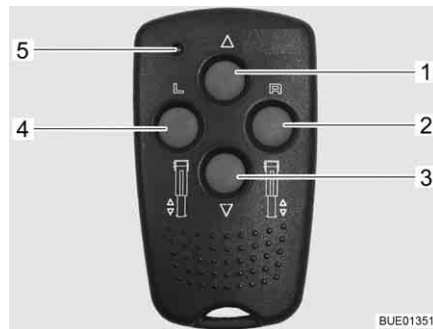

Bild 46 Fjärrstyrning för elektriska stödben
- Förval: Stödben vänster (Bild 46,4)
- Förval: Stödben höger (Bild 46,2)
- Köra in stödben (Bild 46,1)
- Köra ut stödben (Bild 46,3)
- Kontroll-LED (Bild 46,5)
Vid varje knapptryckning blinkar kontroll-LED:n (Bild 46,5).
- Tryck in förvalsknappen för stödbenssidan (Bild 46,2 eller 4) i ca 1 sekund.
- Tryck inom 2 sekunder in knappen "Köra ut stödben" (Bild 46,3) och håll den intryckt tills stödbenet (Bild 48,4) ligger an mot marken.
- Tryck inom 2 sekunder in knappen "Köra in stödben" (Bild 46,1) och håll den intryckt tills stödbenet (Bild 48,4) körts in helt. När stödbenet körts in helt ljuder en kontrollsignal.